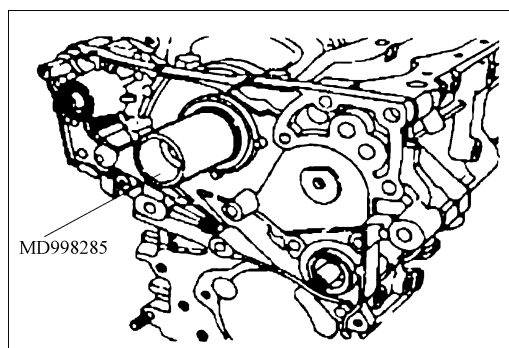

图 2-98 安装前盖总成
② 如图 2-98 所示，使用新的前盖密封垫，将前盖总成装上，临时拧紧法兰螺栓。